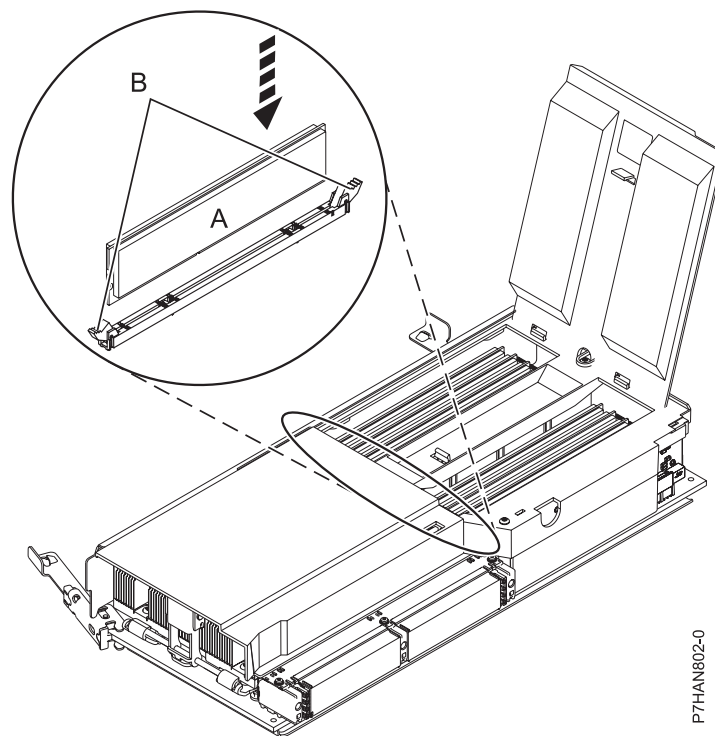

Figure 2. Remplacement d'un module de mémoire
10. Vérifiez que le connecteur est prêt à recevoir le module de mémoire. Le cas échéant, retirez le cache du module de mémoire en écartant et en abaissant les taquets (B). La pression exercée sur les taquets force le cache à sortir du connecteur.
12. Vérifiez que les languettes de verrouillage du connecteur (B) sont en position ouverte, comme indiqué dans la figure 2, avant d'installer un nouveau module de mémoire.
13. Maintenez délicatement le module de mémoire (A) par ses deux bords, puis alignez-le avec le connecteur.